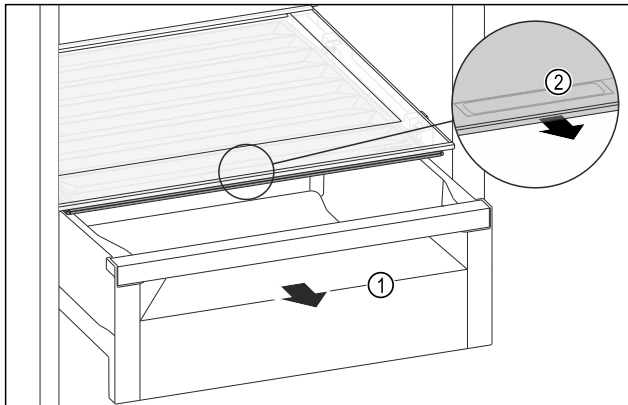

Fig. 137
- ▶ Schuifvak Fig. 137 (1) uittrekken.
- ▶ Greeplijst Fig. 137 (2) op het vakdeksel vastpakken en het vakdeksel gelijktijdig naar voren trekken.